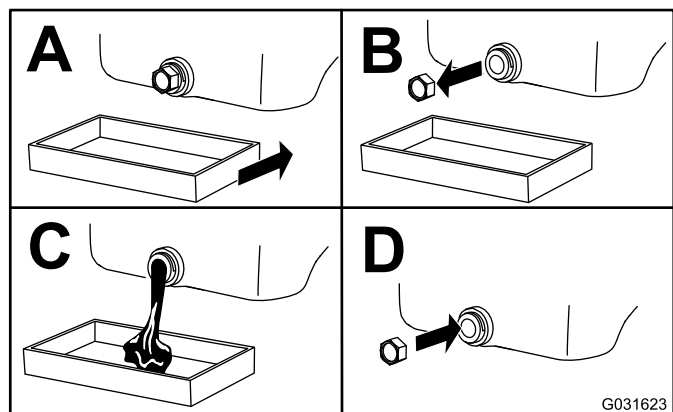

Figura 51
3. Mude o óleo do motor conforme indicado na Figura 51.